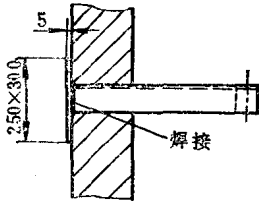

图 1-13
(1) 两终端的拉紧:“U”形槽钢在墙内要埋设牢固,通常可用槽钢后面焊铁板预埋,如图1-13所示。在预埋前砌砖墙时,要特别通知有关基建人员,需用水泥砂浆粘合砖缝及预埋槽钢。否则由于拉力过大,容易将槽钢拉出,甚至于将槽钢连同墙面一起拉脱。
(2) 安装绝缘子:先将绝缘子安装在支架上,再将它吊至梁上固定。安装固定支架时,在两终端往中间看,适当调整其位置,使所有支架固定在同一条直线上。穿线时从中间往两端逐一穿过建筑物大梁。
(3) 绑扎长度不同:末端绑扎长度当用铝线时,对于截面为 50mm^2 及以下,其绑扎长度为150mm以上;对截面为 $70\sim 120\text{mm}^2$,其绑扎长度为200mm以上。
(4) 联接要求:绝缘导线上接有引流线,它们的联接要求为以下几点。